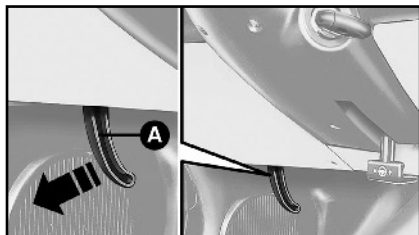

fig. 72
1) Tirer la manette **A**-fig. 72 dans le sens de la flèche.